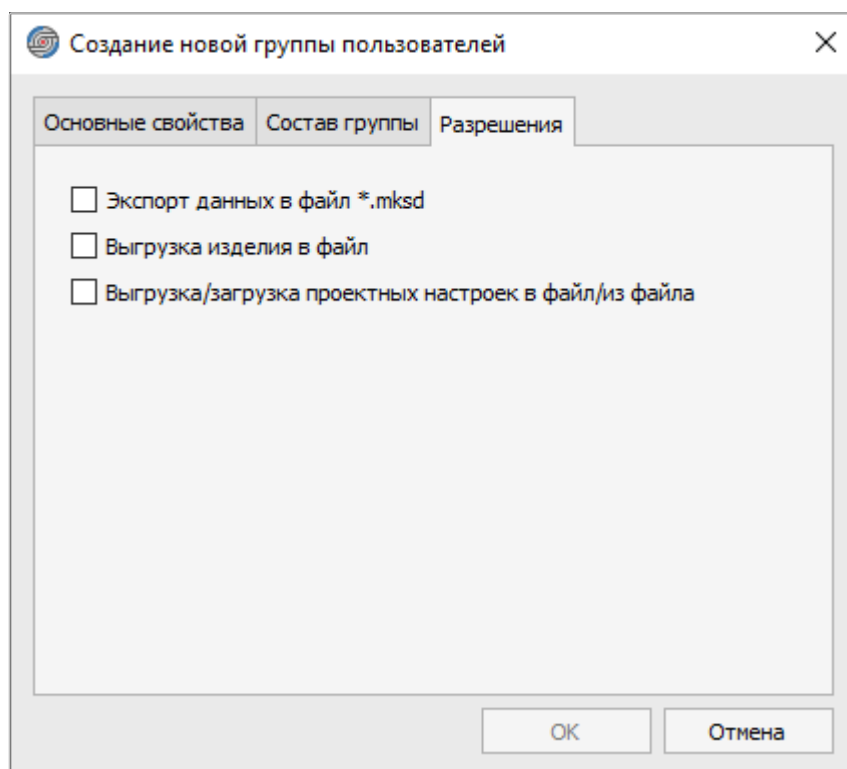

Рисунок 83. Вкладка «Разрешения» в диалоговом окне «Создание новой группы пользователей»
- 5) На вкладке «Разрешения» (см. рисунок 83) настроить разрешения на выгрузку проектных данных участниками группы пользователей:
- «Выгрузка/загрузка проектных настроек в файл/из файла» — при включении параметра позволяет группе пользователей импортировать настройки проекта из ранее сохраненных файлов форматов .mkzd и .json и экспортировать настройки текущего проекта в файлы этих форматов (см. рисунок 83).